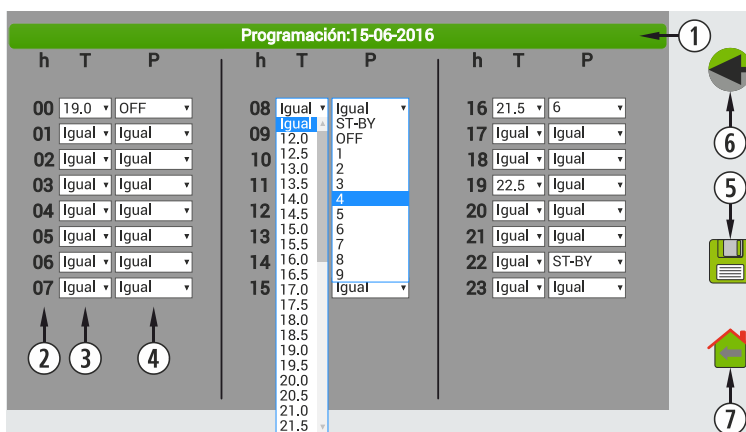

Figura 49
Es importante validar dicha programación pulsando en guardar (punto ⑥, figura 49) tras realizar la programación.
①	Plantillas 1 - 7.
②	Regreso a pantalla anterior.
③	Aplicar cambio sobre programaciones previas.
④	Regreso a pantalla principal.